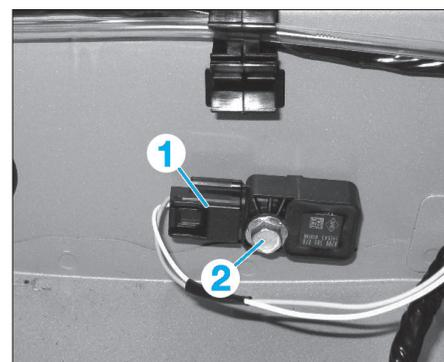

Fig. 16
- Débrancher le connecteur (1) (Fig.16).
- Déposer la vis (2).